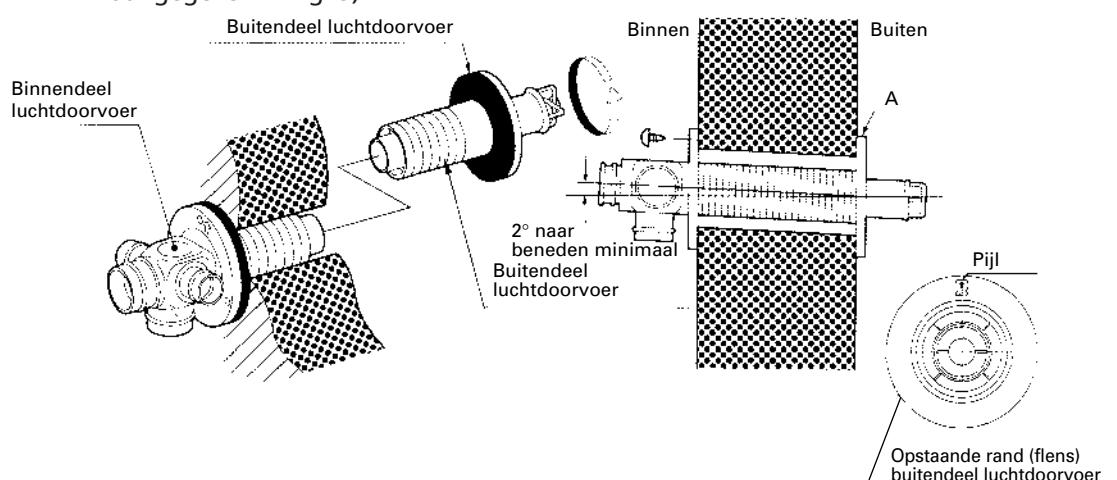

Fig. 9
- c. Steek de buiten afvoerleiding van buitenaf door het gat. Bevestig de buiten afvoerleiding aan de wand door het naar rechts te draaien. Dit sluit de twee helften op elkaar aan (zie fig. 9).
Opmerking: Zorg dat de pijl op de opstaande rand (flens) van het buitendeel luchtdoorvoer naar boven wijst. Zorg dat de buiten afvoerleiding stevig vast zit (onderdeel -A, aangegeven in fig. 9).